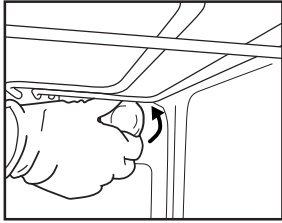
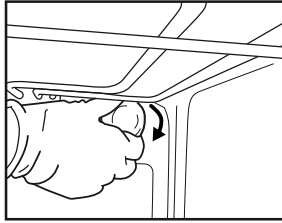

Fig. 6
Fig. 7
2. Skru lampeglasset af (Fig. 6), skift pæren ud (se bemærkningen angående type), og skru lampeglasset på igen. (Fig. 7).